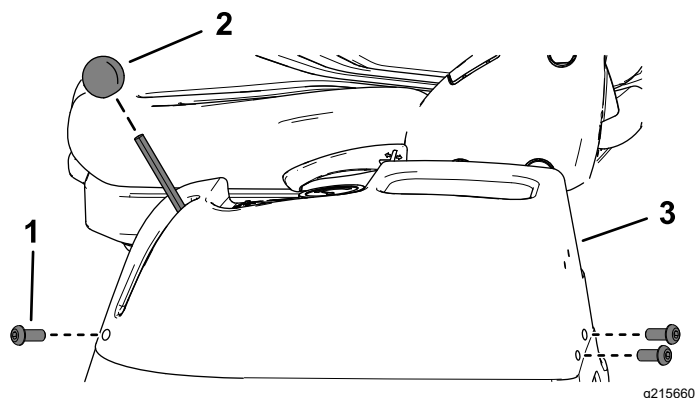

図 74
- 左側コンソールからソケットヘッドねじ3本を外す 図 74。
- スロットルレバーのノブを外す 図 74。
- 左コンソールを持ち上げて外し、わきに置く 図 74。